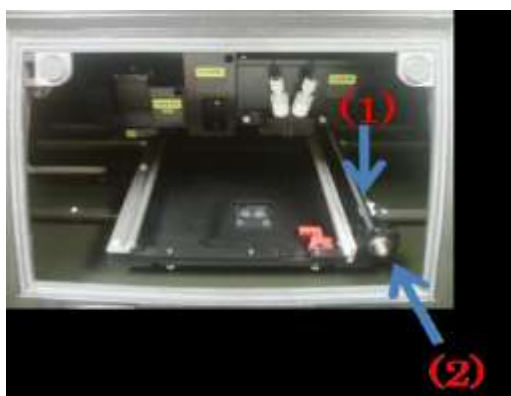

図3
3.) 図3の矢印(1)のねじ切り棒を右側(時計周り)にまわしサンプルトレイを手前に移動させる。(1)の部分を手動で回すかもしくは、(2)のナットを六角レンチで回すことができます。